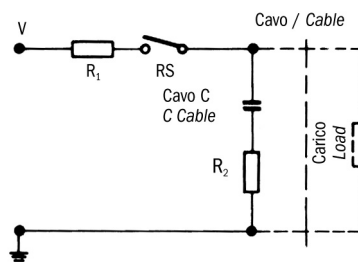
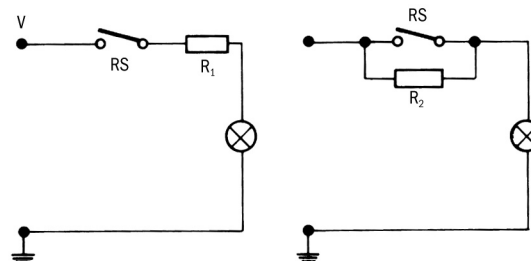

Fig. 4
Fig. 5 Circuito con lampada, resistenza in parallelo o in serie con il commutatore.
**2) Carichi capacitivi e lampade** Al contrario di quanto avviene con i carichi induttivi, con i carichi capacitivi e con lampada si hanno elevate scariche di corrente che possono provocare guasti immediati, e persino la saldatura dei contatti. Quando si commutano dei condensatori carichi o dei condensatori di linea, si ha un'immediata scarica la cui intensità dipende dalla portata e dalla lunghezza dei carichi. La corrente di scarica di picco è limitata da un resistore in serie con il condensatore, come è indicato nella fig. 4 (vedi pagina seguente). La dimensione del resistore sarà determinata in base alle possibilità esistenti nell'ambito di un particolare circuito. In ogni caso, dovrebbe essere il più grande possibile per limitare lo scarico di corrente entro limiti accettabili. Quanto detto vale anche per il carico con condensatori. Per quanto riguarda i circuiti con condensatori ad elevata scarica di corrente, andrebbero usati i circuiti come da fig. 5 (vedi pagina seguente), con R1 o R2.